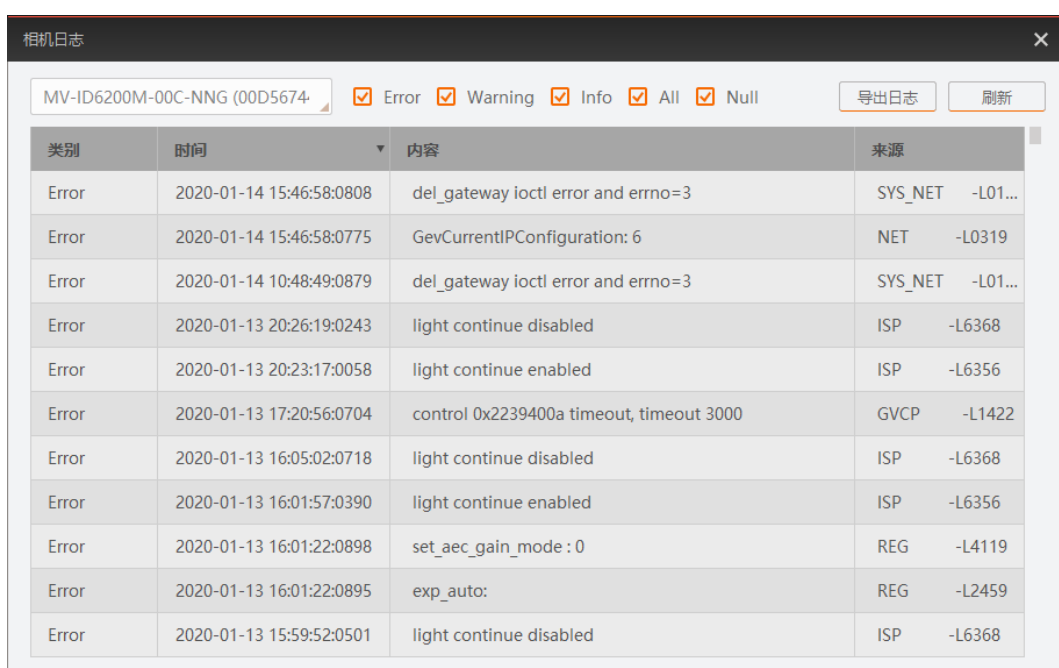

图3-70 查看日志
2. 在“相机日志”窗口的左上角，选择需查看日志信息的设备名称，如图 3-70 所示。